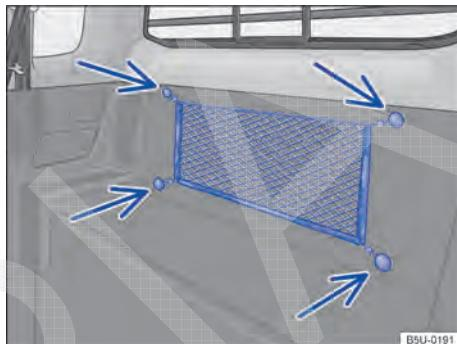

Fig. 94 No compartimento interno de bagagem: rede para cargas leves.
– Prender os olhais da rede nos fixadores → Fig. 94 (setas) existentes no compartimento de bagagem.